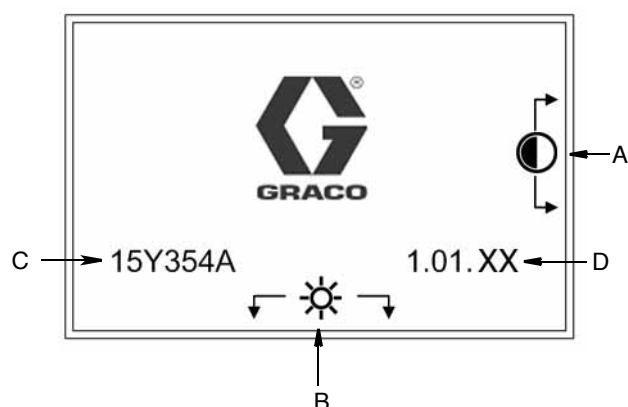

Рис. 20
ПРИМЕЧАНИЕ. В примере версии программного обеспечения (D) на Рис. 20 на месте двух последних цифр присутствуют буквы XX. На экране контроллера эти буквы заменяются на номер версии программного обеспечения.